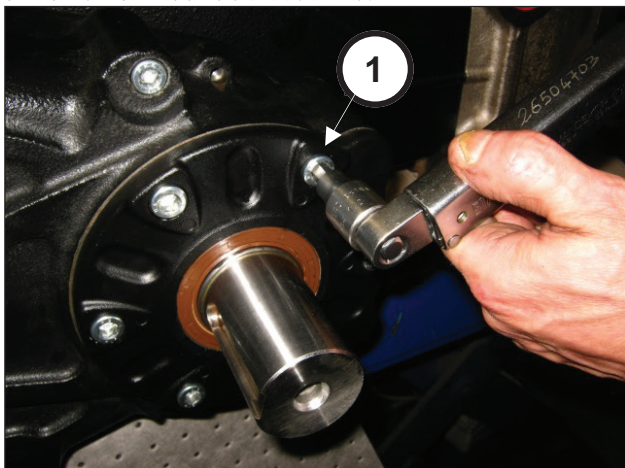

图 95
拧紧6个M10x25螺栓（①，图 95）。利用扭力扳手调节螺栓，如第3章《螺栓紧固的调节》所述。